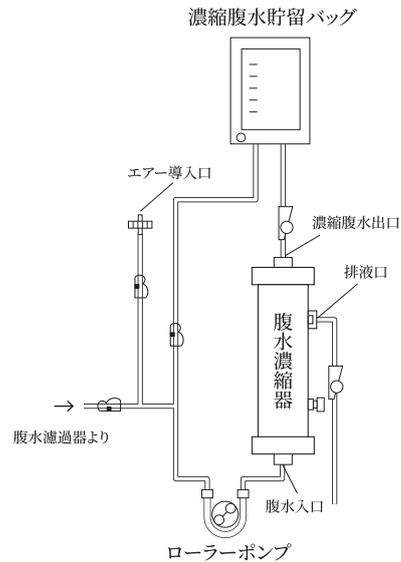

図 1-1 ポンプ式の回路図 (例)
- ① 腹水濾過器の添付文書に従い、腹水濾過を開始する。
- ② 図1-1の場合は排液口に接続した回路のクランプを開ける。
- ③ 本品に対して前方のローラーポンプ（以下、前方ポンプとする）を回転させ、50 mL/minを目安とし、徐々に流速を増加する。なお、流速は200 mL/min以下とする。
- ④ 本品の腹水入口側の流量と濃縮腹水出口側の流量の比率を本品に対してクランプやローラーポンプ (図 1-1, 1-2) の操作により調整し、腹水を濃縮する。なお、膜間圧力差 (以下、TMP とする) が 66 kPa (500 mmHg) 以下となるように流量を調節すること。
- ① ローラーポンプを停止し、腹水の送液を止める。
- ② 濃縮腹水貯留バッグ中の濃縮腹水が、腹水入口、濃縮腹水出口、濃縮腹水貯留バッグのみに通液するようにクランプを操作する。
- ③ 本品の前方ポンプを回転させ、50 mL/min を目安とし、徐々に増加する。なお、流速は 200 mL/min 以下とする。
- ④ 図 1-1 の場合は、排液口に接続した回路のクランプを開ける。
- ⑤ 本品の腹水入口側の流量と濃縮腹水出口側の流量の比率を、クランプやローラーポンプ (図 1-1, 1-2) の操作により調整し、腹水を濃縮する。なお、TMP が 66 kPa (500 mmHg) 以下になるように流量を調節すること。